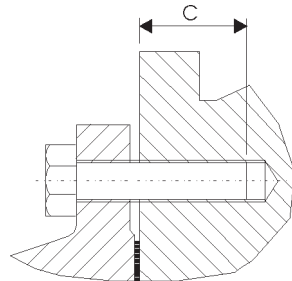

Figura 3
- Para el montaje del contador en la tubería se deben utilizar tornillos 8.8 según DIN 931. La longitud de los tornillos se debe elegir de manera que esté garantizada una longitud de atornillamiento de C mm (tabla 2) en el contador (figura 3). El par de apriete máximo es de 110 Nm.